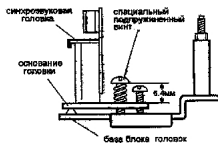

Рис. 5
1. Обертаючи підпружинений спеціальний регулювальний гвинт, встановіть його так, щоб він виступав над поверхнею основи блоку головок приблизно на 6 мм, як показано на рис. 5.